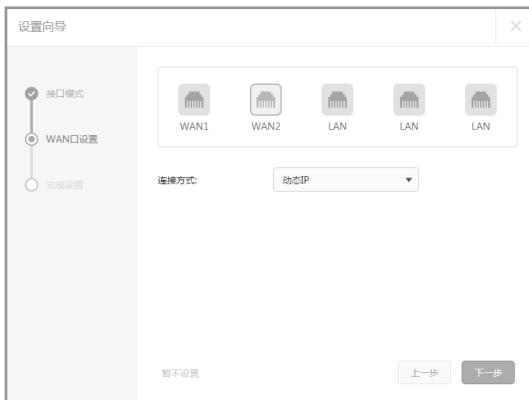

图4-5 上网方式--动态IP
2) 如果上网方式为动态IP，即可以自动从网络服务商处获取IP地址，不需要填写任何内容，如图4-5所示。